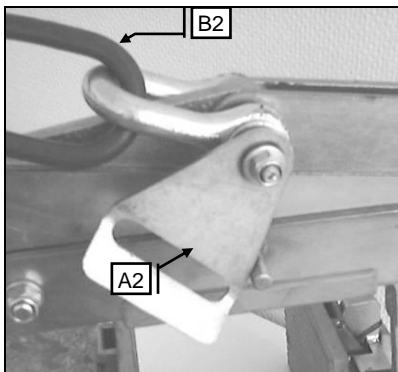

Abbildung 5.2 – Plattengreifer R 1500 am Schwerpunkt aufgesetzt und entsichert
- Der Plattengreifer R 1500, wie in Abbildung 5.2, ist entsichert.